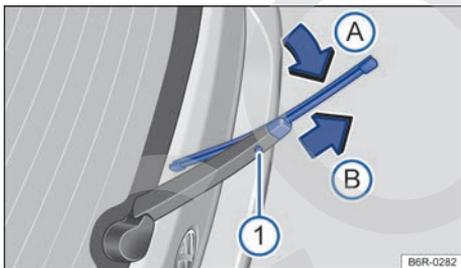

Fig. 94 Cambio de la escobilla limpiacristales de la luneta.
- Mantenga pulsada la tecla de desbloqueo → fig. 94 ⓘ.
- Doble la escobilla en dirección al brazo del limpiacristales → fig. 94 (flecha A) y tire al mismo tiempo en el sentido de la flecha B). Es probable que tenga que emplear bastante fuerza. ▶
- Inserte una escobilla nueva de la **misma longitud y tipo** en el brazo del limpiacristales en el sentido contrario al de la flecha (B) hasta que encastre. Para ello la escobilla deberá estar doblada (flecha (A)).